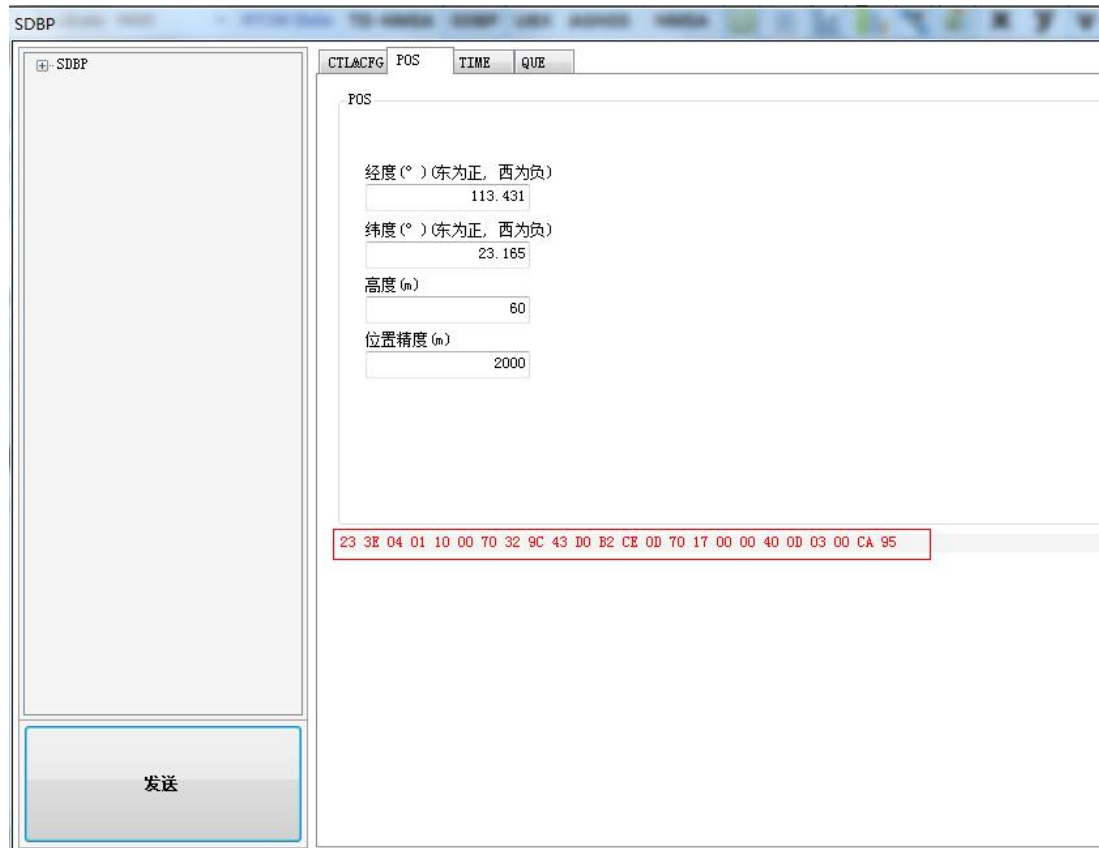

图 2
- (1) 借助“TDMonitor”测试工具，如图2所示，打开SDBP对话框，选定POS选项，输入当前大概经纬度信息，比如输入广州大概经纬高度（113.431,23.165,60），位置精度填写2000米，点发送，在下方出现的“23 3E 04 01 10 00 70 32 9C 43 D0 B2 CE 0D 70 17 00 00 40 0D 03 00 CA 95”即为相应的发送辅助位置信息的指令，指令详细格式说明见《TD-SDBP\_V2.3说明书(AGNSS)》4.2.1节SDBP-AST-POS;
- (2) 若指令发送成功且有效，则芯片串口会返回相应内容为“23 3E 01 01 02 00 04 01 09 1C”的ACK语句;